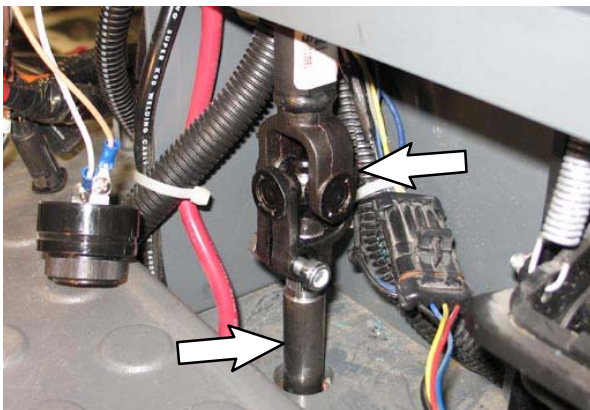

FIG. 62
25. Far scorrere l'albero dello sterzo (1) sulla parte inferiore dell'albero dello sterzo. (Fig. 62)